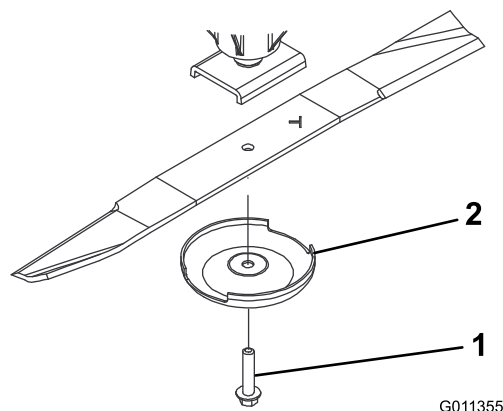

Figura 73
- Togliete il bullone, la coppa antistrappo e la lama dall'asse del perno (Figura 73).